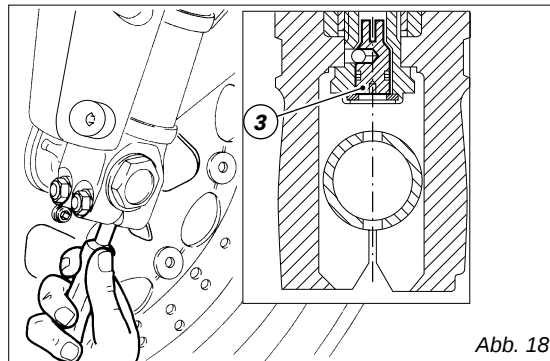

Abb. 18
- 3) (Abb. 18) zur Änderung der hydraulischen Dämpfung in der Druckstufe.
Die Einstellschraube (1), die am Scheitel der Gabelholme angebracht ist, mit einem Schlitzschraubenzieher drehen und so die hydraulische Dämpfung in der Zugstufe ändern. Zum Betätigen der Einstellschraube (3, Abb. 18) einen Schraubenzieher durch die durchgehende Bohrung der Radachse an der Gabelholmachse einführen. Beim Drehen der Einstellschrauben (1 und 3) sind Einrastgeräusche zu vernehmen, von denen jedes jeweils einer Dämpfposition entspricht. Wenn man diese Schrauben vollkommen bis zu deren Feststellung einschraubt, erhält man die Position „0“, die der maximalen Dämpfung entspricht. Von dieser Position aus beginnend, kann man während des Drehen gegen den Uhrzeigersinn, die verschiedenen Einrastgeräusche mitzählen, die dann hintereinander für die Positionen 1, 2, usw. stehen.